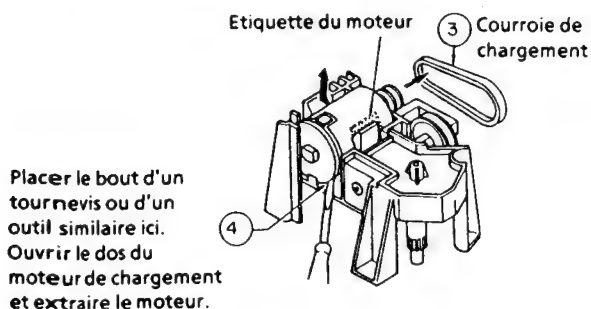

Figure 1-70.
3. Extraire la courroie de chargement ③.
4. Ouvrir le dos du moteur de chargement avec un tournevis ou outil similaire, comme indiqué sur la Figure 1-70 et extraire le moteur.